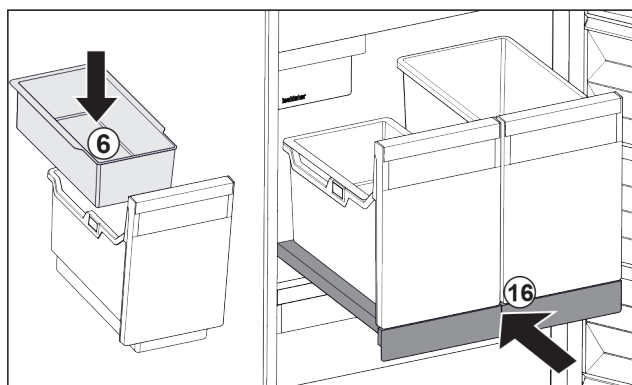

Fig. 25
- ▶ Вставьте навесной лоток Fig. 25 (6) для кубиков льда.
- ▶ Вставьте выдвижную панель с контейнером (IceTower). Fig. 25 (16)